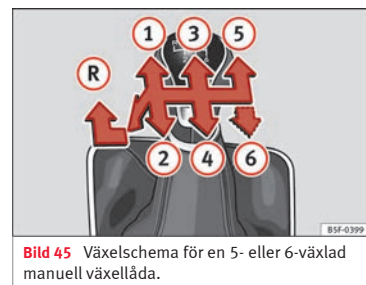

Bild 45 Växelschema för en 5- eller 6-växlad manuell växellåda.
» **bild 45.**
- När växelspaken är i neutralläge, tryck den uppåt, flytta den till höger så långt det går och sedan framåt för att välja back **» bild 45 R**.